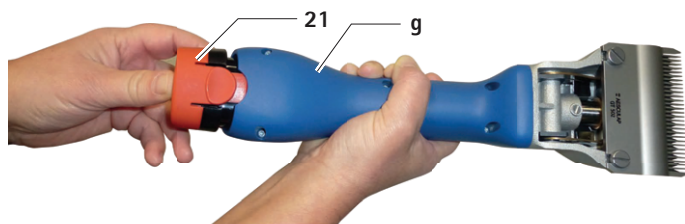

Fig. 2
- Dra ut det uppladdningsbara litiumjon-batteriet **21**, ladda det och/eller sätt in ett annat fulladdat litiumjon-batteri GT641 (31NR19/66-1) i den batteridrivna klippmaskinen **g**, se Fig. 2.